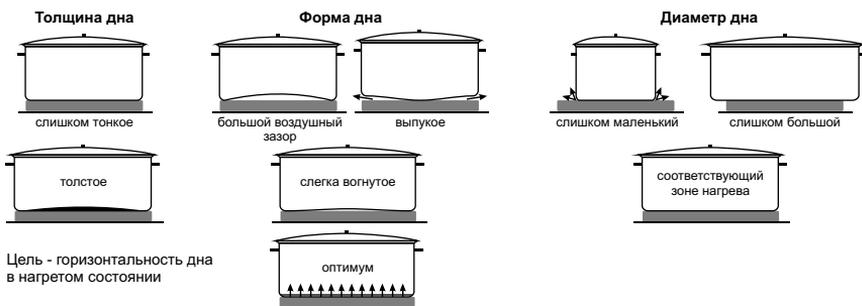

Рисунок 9.1 - Схема тепловых потерь при неправильном выборе посуды
9.2 Для снижения расхода электроэнергии, ускорения процесса приготовления пищи и увеличения срока службы электроконфорок рекомендуем пользоваться кухонной посудой, имеющей ровное и плоское дно диаметром равным или несколько большим диаметра электроконфорки (рис.9.1).